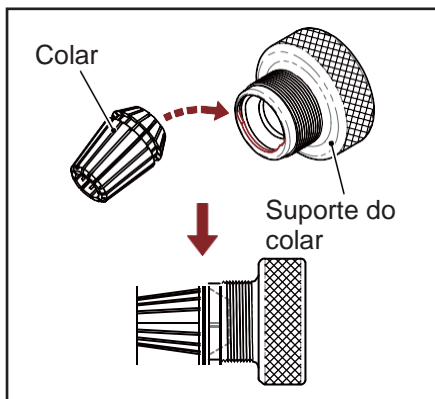

Fig. 6-1
2. Coloque o colar no suporte do colar a um ângulo de 45° (Fig. 6-1)